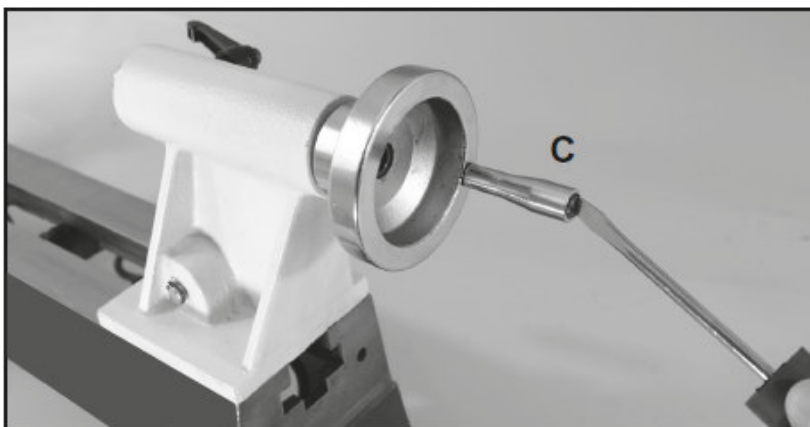

Abb. 6-3: Montage des Handrads am Reitstock
1. Mit einem Schlitzschraubendreher den Griff (Pos. C, Abb. 6-3) mit der mitgelieferten Schraube am Handrad befestigen.